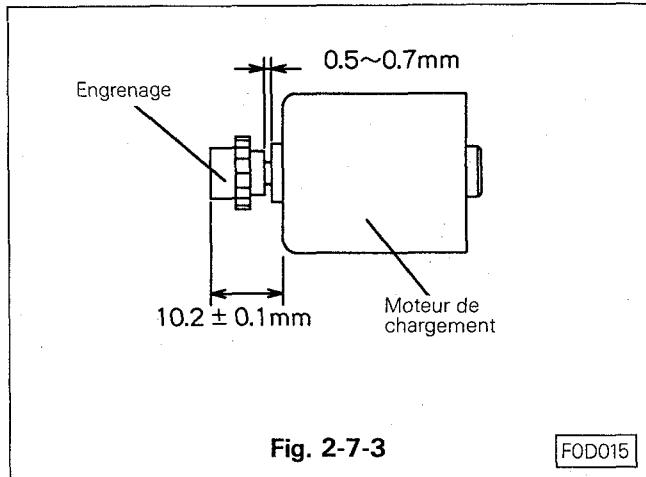

Fig. 2-7-3
- A. Refixer l'engrenage sur le moteur de chargement. (Voir Fig. 2-7-3)